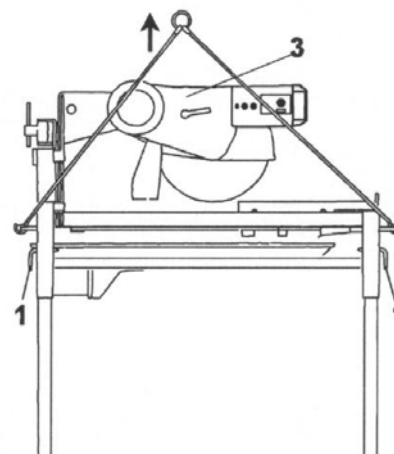

Fig. 2.1
- ◆ Maskinen lyfts med hjälp av en fyrdelad lyftstropp som fixeras vid lyfthandtagen (Fig. 2.1).